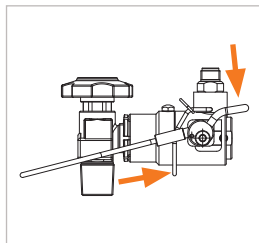

Figure 14
- Rabattez l'arceau de commande (n° 6) vers le bas et tirez simultanément sur le dispositif de verrouillage (n° 8) (Figure 14). Le câble d'acier flexible se replie vers le haut et les mâchoires de serrage s'ouvrent.